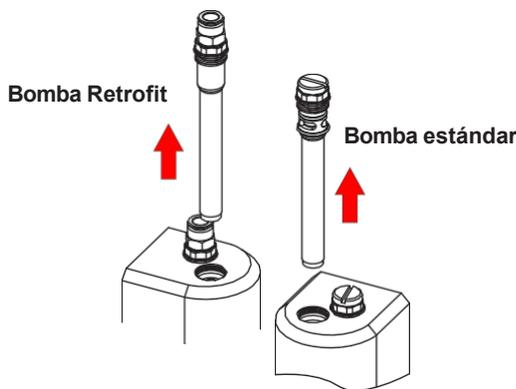

Figura 16 Aflojar los tubos de fluidización
2. Véase la figura 16. Afloje el tapón de acceso al tubo de fluidización y tire de él para sacarlo del cuerpo de la bomba.